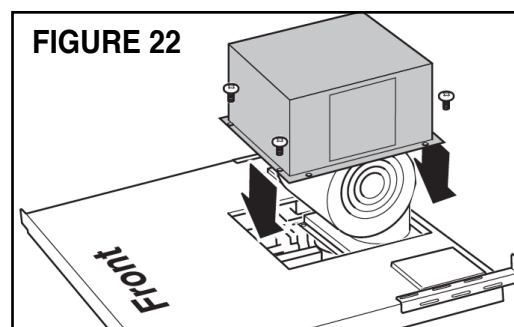

FIGURE 22
- Monter la boîte du ventilateur sur le boîtier avec 4 vis (figure 22)